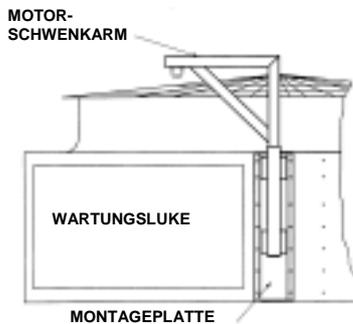
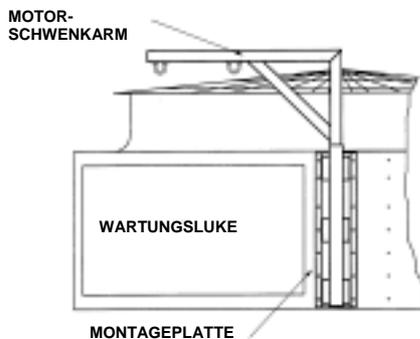

Abb. 19 – Schwenkarm mit Einzelaufhängung
Abb. 20 – Schwenkarm mit Zwei-Punkt-Aufhängung
Zwei Schwenkarm-Ausführungen sind erhältlich: mit Einzelaufhängung bei Systemen mit Keilriemen-Antrieb (Abb. 19); mit Zwei-Punkt-Aufhängung bei Aggregaten mit optionalen Zahnradgetriebe (Abb. 20)
7. Bringen Sie den "Powerband"-Keilriemen **K** auf die Riemenscheibe von Ventilator- und Motorscheiben (siehe Abb. 19). Spannen Sie den Riemen mit den Muttern an den J-Bolzen. Keilriemen nicht überspannen! Die Mitte des Keilriementriebes sollte mit mäßigem Fingerdruck etwa 19 mm nachgeben.